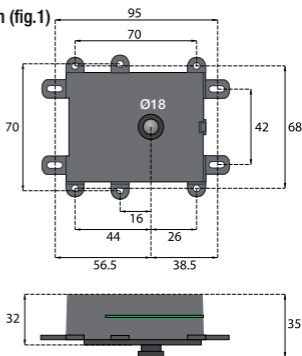

fig.1
a. Dimensions du module caméra en mm (fig.1)